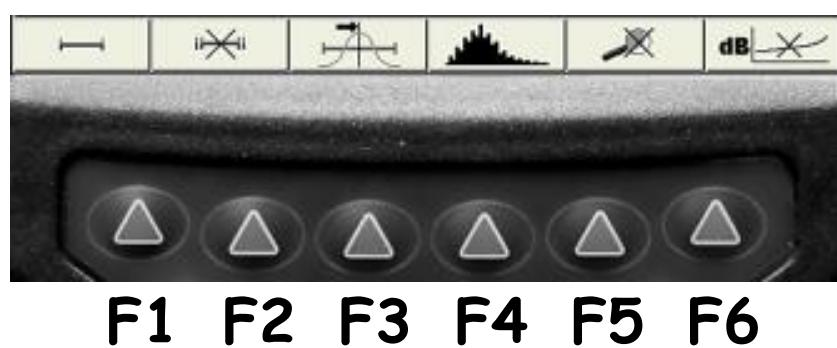

Рисунок 6
**Примеры** - Далее по тексту используется условная нумерация от 1 до 6 слева направо окон пиктограмм и соответствующих им функциональных клавиш (рисунок 6).